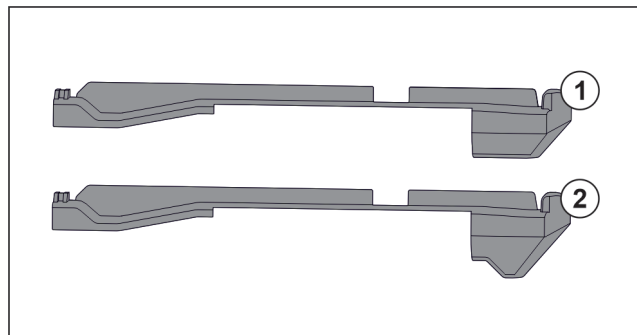

Fig. 84 Confronto degli elementi inseribili
- Nell'apparecchiatura si trovano due diversi elementi inseribili. L'elemento inseribile sopra il cassetto più in basso Fig. 84 (2) presenta un bordo triangolare. Tutti gli altri elementi inseribili Fig. 84 (1) dispongono di un bordo dritto.
- Applicare l'elemento inseribile Fig. 84 (2) con il bordo triangolare sopra il cassetto più in basso.
- Applicare l'elemento inseribile Fig. 84 (1) con il bordo dritto su tutti gli altri punti.